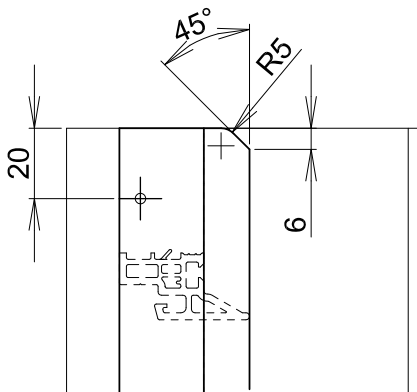

Abb. 1 Mittelverschluß oben:
- Mittelverschlüsse **76657** ohne Versatz von Oberkante Flügel positionieren (Abb. 1). Mit Hilfe der Montagelehre (Abb. 2) **T054** vertikal ausrichten und mit $\varnothing 3$ mm vorbohren. Bohrungen zum Profilende max. 20 mm, dann im Abstand von 200 mm.